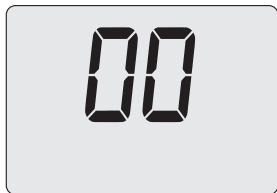

Figura 9.23
- Utilizzando i tasti 16 o 17 (Figura 9.19) è possibile modificare il valore del parametro A01 (Figura 9.23).